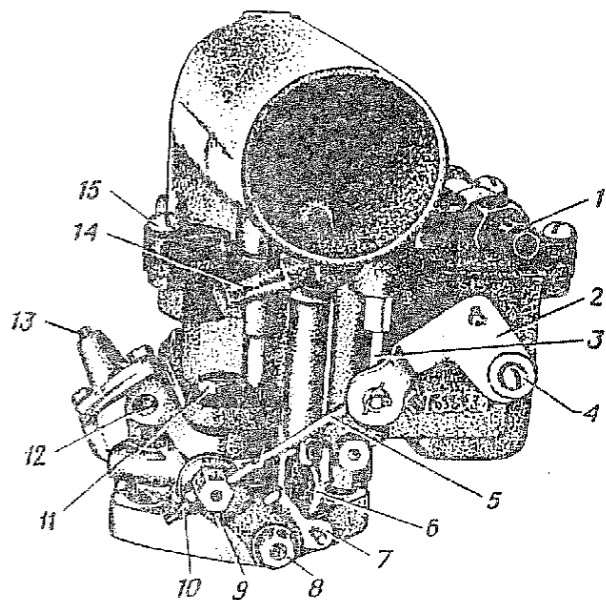

Рис. 115. Карбюратор К-133А (вид сзади):
1.1. Расшплинтовать шток 3 (рис. 115) клапана стояночной вентиляции поплавковой камеры. Вывернуть винт 4 крепления рычага клапана и снять рычаг 2 (плоскогубцы 150, отвертка 150×0,5).
1.3. Отвернуть винты 15 (рис. 115), снять крышку поплавковой камеры в сборе и уплотнительную прокладку поплавковой камеры (отвертка 200×1,0).
1.5.4. Вывернуть трубку 1 (рис. 115) подвода топлива (ключ 14).
1.7.3. Вывернуть регулировочный винт 12 (рис. 115) (отвертка 150×0,5).
3.1.3. Установить на ось дроссельной заслонки с противоположного ее конца поочередно плоскую шайбу, рычаг 7 (рис. 115), втулку, рычаг 9 в сборе с тягой 5 и навернуть гайку 8 с плоской и пружинной шайбами (ключ 8).